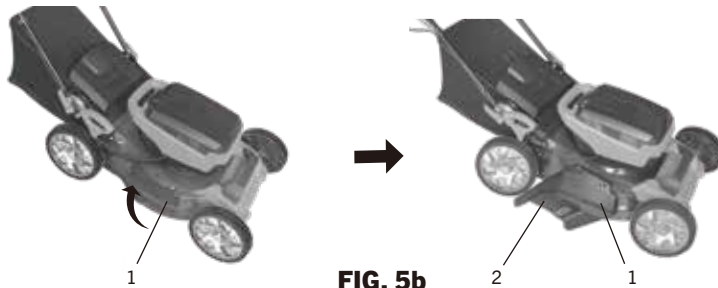

FIG. 5b
5. Pour utiliser l'option de chute latérale, retirez le ramasse-herbe (sac) et insérez le plateau de déchiquetage. a) Soulevez le couvercle du conduit d'évacuation latéral (1) d'une main et accrochez le conduit d'évacuation latéral (2) avec l'autre main (Fig. 5b). b) Relâchez le couvercle d'évacuation latéral pour fixer le conduit en place.